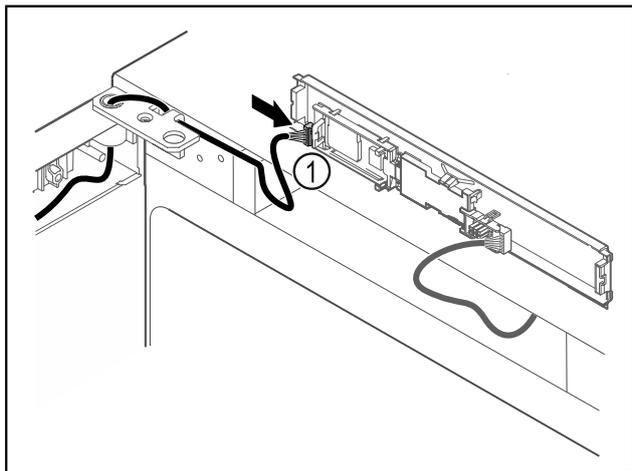

Fig. 60
- Lidhni spinën Fig. 60 (1) në qark.